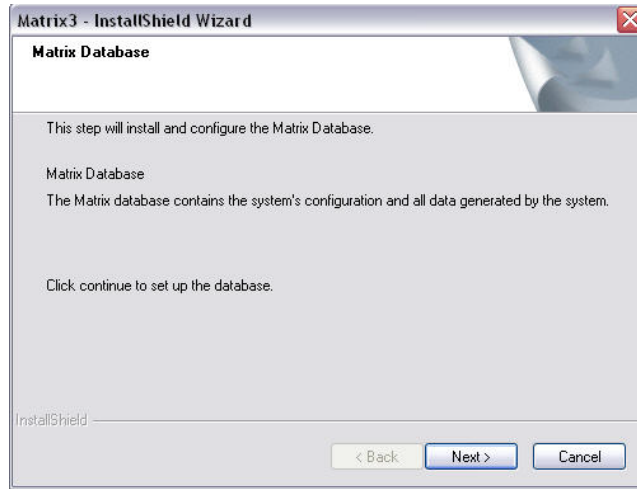

图 8
10. 显示 Matrix 数据库安装屏幕（图 8）时，选择“下一步”开始数据库的安装。